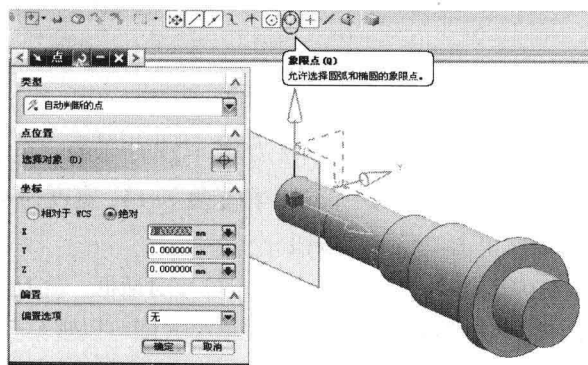
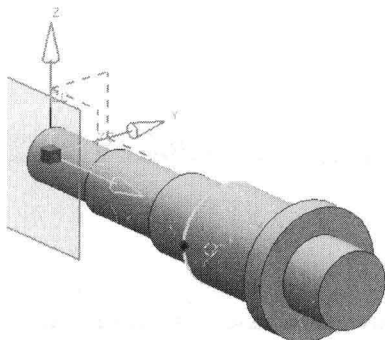
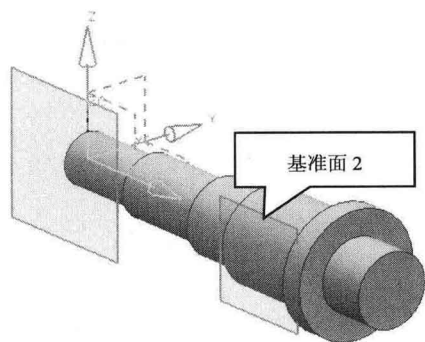

图1-20 “点”对话框
图1-21 选择象限点
图 1-22 生成的两个基准平面
② 用相切的方式创建另一基准平面，在“类型”下拉列表中选择“相切”选项，选择要生成基准平面的圆柱面，再单击  图标，弹出“点”对话框时，先在上面特征点里选择象限点，如图 1-20 所示。鼠标移动到要生成的基准面圆柱左前方，如图 1-21 所示，当圆成黄色显示，并出现  图标时，单击左键，通过此圆前方象限点生成基准面，单击“确定”按钮，回到基准平面对话框。单击“确定”按钮再创建一个基准平面，该基准平面为图 1-22 中所示的基准平面 2。生成的两个基准平面如图 1-22 所示。